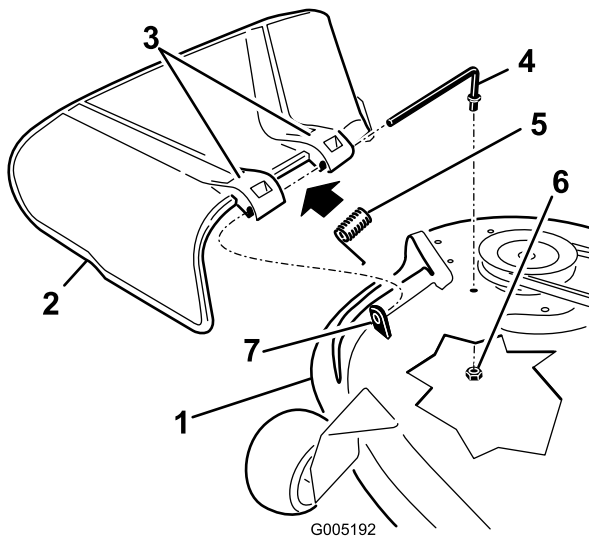

Figure 77
1. Retirez l'écrou (3/8") de la tige, sous le plateau de coupe (Figure 77).
- Sortez la tige de la courte cheville de positionnement, du ressort et du déflecteur d'herbe (Figure 77).
- Remettez en place le déflecteur d'herbe (Figure 77).
- Insérez la tige dans le deuxième support du déflecteur d'herbe (Figure 77).
- Fixez l'extrémité arrière de la tige dans le plateau de coupe à l'aide d'un écrou (3/8"), comme montré à la Figure 77.